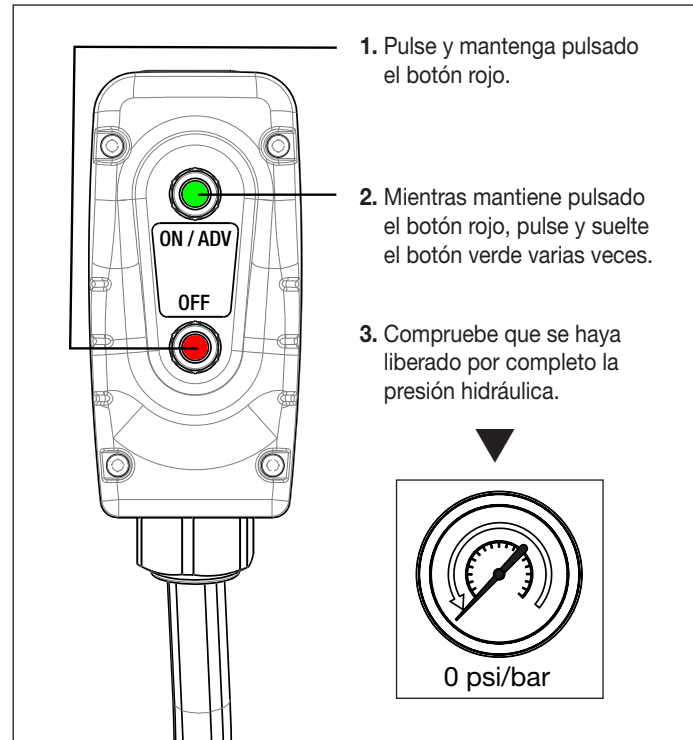

Figura 9: Aliviar la presión hidráulica
- Pulse y mantenga pulsado el botón rojo OFF mientras pulsa y suelta el botón verde ON/ADV varias veces. Véase Figura 9.
- Compruebe que el manómetro de la presión hidráulica indique cero (0) psi/bar. A continuación, suelte el botón rojo OFF.